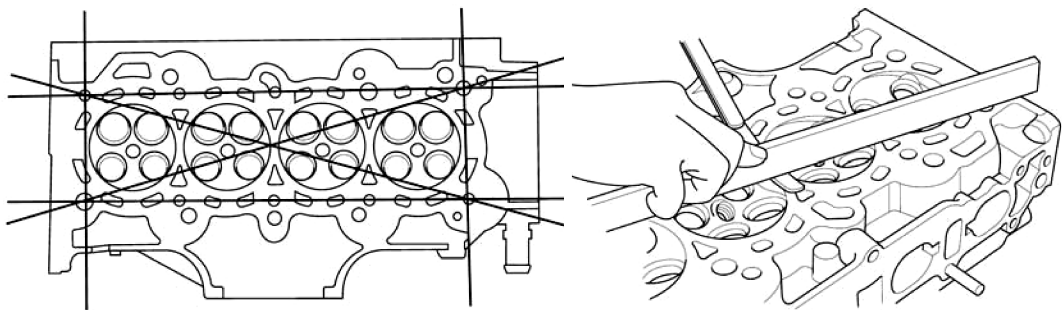

图 7-12 检查缸盖翘曲度
- 3) 检查气缸盖是否翘曲。如图 7-12 所示，用直尺和塞尺在缸盖的多个位置测量六个方向的扭曲。如果超出极限值（通常为 0.1mm），则重新修整或更换气缸盖。